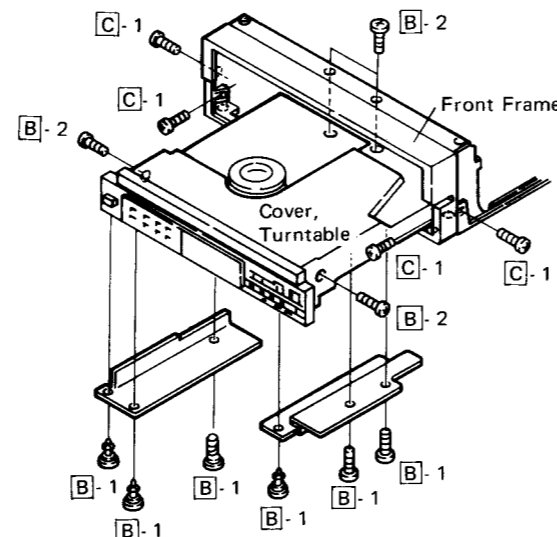

Figure 5-2
1. Turn the unit over, and remove three screws and three push rivets from the bottom plate of the turntable chassis. Then take off the bottom plate of the turntable chassis. See Fig. 5-2.
2. Remove four screws from the turntable cover (one at the right, one at the left and two at the top), and take the turntable cover off. See Fig. 5-2.
1. Remove four screws from the front frame, and withdraw the front frame. See Fig. 5-2.
1. Das Gerät umdrehen, dann drei Schrauben und drei Drucknieten von der Bodenplatte der Plattenspielerzarge entfernen. Siehe Abb. 5-2.
2. Vier Schrauben (je eine auf der rechten und linken Seite und zwei auf der Oberseite) von der Plattenspielerabdeckung entfernen, dann die Plattenspielerabdeckung abnehmen. Siehe Abb. 5-2.
3. Drei Schrauben von der Bedienungsplatte entfernen, dann die Bedienungsplatte abnehmen. Siehe Abb. 5-2.
1. Vier Schrauben vom Vorderrahmen entfernen, dann den Vorderrahmen abziehen. Siehe Abb. 5-2.
1. Retourner l'appareil et déposer les trois vis et les trois rivets à poussoir de la plaque de base du châssis du tourne-disques. Déposer la plaque de base du châssis du tourne-disques. Voir la Fig. 5-2.
2. Déposer les quatre vis du couvercle du tourne-disques (une à droite, une à gauche et deux en haut) et déposer le couvercle du tourne-disques. Voir la Fig. 5-2.
3. Déposer les trois vis du panneau d'opération et déposer le panneau d'opération. Voir la Fig. 5-2.
1. Déposer les quatre vis du cadre avant et extraire le cadre avant. Voir la Fig. 5-2.